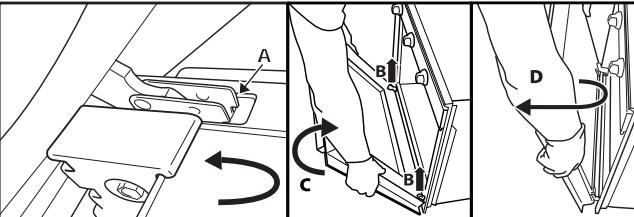

fig. 2
3. Lukk døren til den blokkeres (A), løft den opp (B) og sving den rundt (C) til den frigjøres (D) (fig. 2).